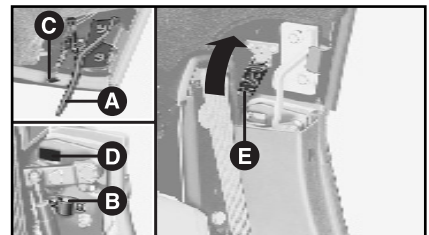

fig. 63
4) Baisser le hard top et introduire les axes **A-fig. 63** dans les ancrages **B** situés sur la voiture (la protection sur la voiture a été enlevée uniquement pour que l'emplacement des ancrages **B** soit parfaitement visible sur la **fig. 63**).